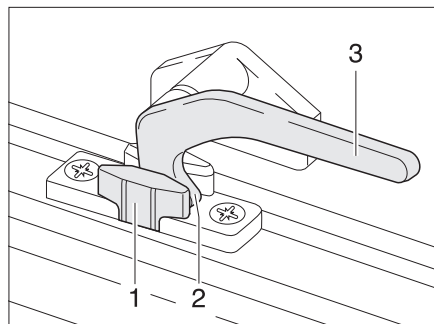

Bild 40 Låsarm i läget "Kontinuerlig vädring"
- I läget "Kontinuerlig vädring" (Bild 40)
- Sväng låsarmen (Bild 40,3) ett kvarts varv mot fönstrets mitt.
- Sväng låsarmen ett kvarts varv mot fönsterkarmen. Därvid måste låss-paken (Bild 40,2) föras in i spåret på fönsterlåset (Bild 40,1).